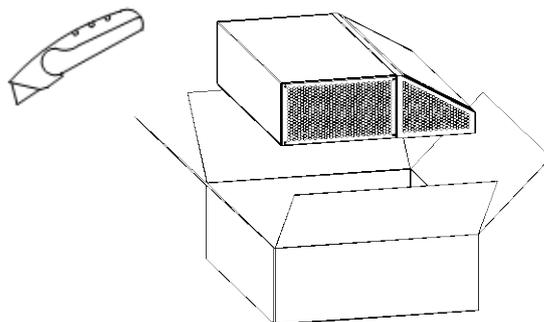
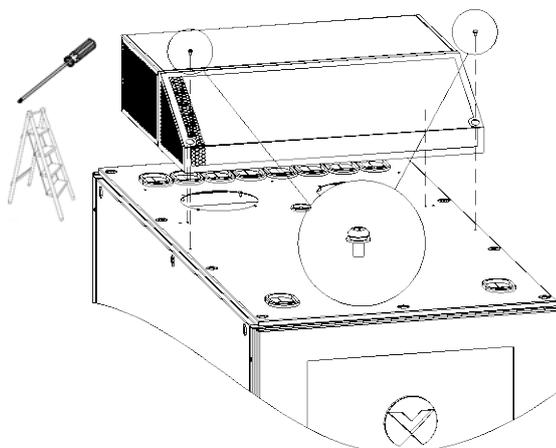

図 2-11 ファンを開梱する
図 2-12 ECO ファン・モジュールを取り付ける
- 1) 開梱して ECO ファン・モジュールを取り出したら、脚立を使ってキャビネット上部に置く。ファン用ケーブルはキャビネット上部のケーブル保護リングを通してキャビネット内部に引き込む。位置決めピンを確認し、M4x8 ネジ 2 本を固定する(図 2-11 および図 2-12 参照)